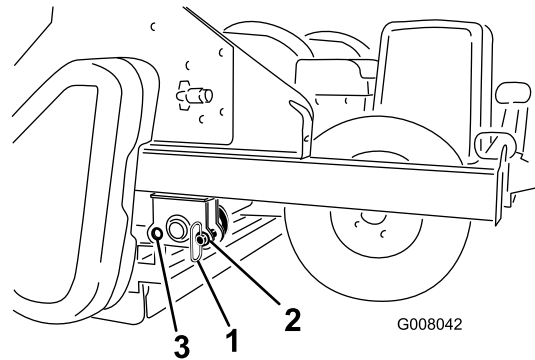

Figure 23
1. Sortez les goupilles de remisage des trous arrière (Figure 23).
3. Insérez les goupilles de remisage dans trous avant (Figure 23).